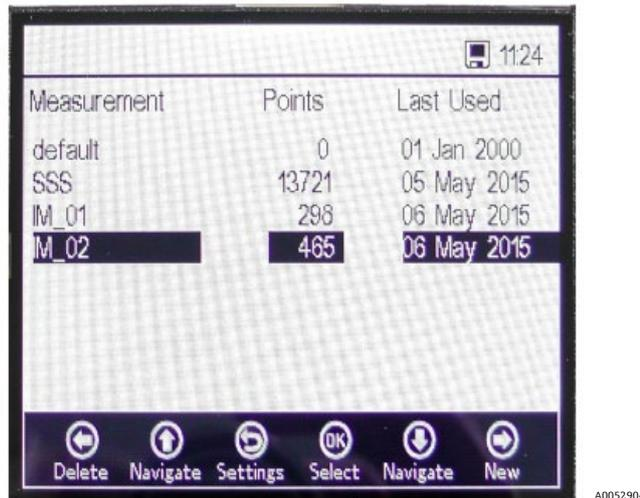

Figure 36. Measurement Browser – Liste des fichiers de mesure
L'écran passe automatiquement au "Measurement Browser". Une liste s'affiche, indiquant le nom du fichier de mesure, le nombre de points de mesure stockés dans le fichier correspondant et la date de la dernière utilisation du fichier. ("Last Used"). Voir la figure 36.
- Dans la figure 36, l'icône du **moniteur** dans la barre d'état indique que l'enregistrement est activé et que les données de mesure sont stockées.